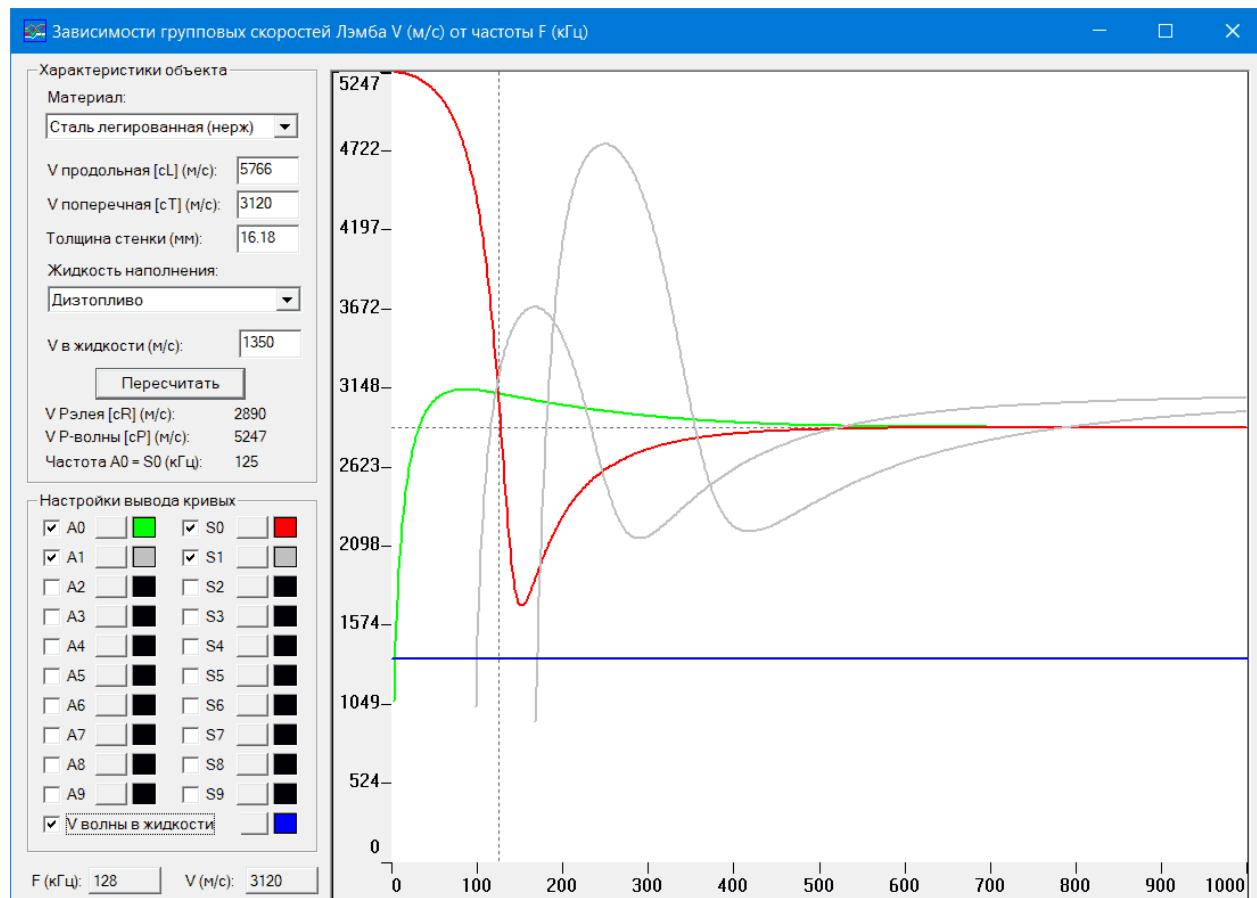

Рис. 15.4. Диалоговое окно с дисперсионными кривыми
- ❖ дисперсионные кривые $V(F)$, рассчитанные в окне **Зависимости групповых скоростей Лэмба V (м/с) от частоты F (кГц)** (рис. 15.4) и преобразованные по формуле $t(f) = T_0 + \frac{L}{V(f)}$, где T_0 — время излучения сигнала, L — расстояние от ПАЭ до АЭ источника;
Для построения дисперсионных кривых следует выбрать команду главного меню **Вид – Дисперсионные кривые**. После этого появляется диалоговое окно **Зависимости групповых скоростей Лэмба V (м/с) от частоты F (кГц)** (рис. 15.4).